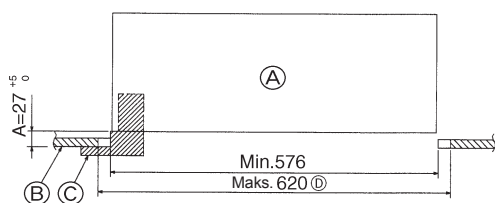

Fig. 8-2
8.2. Förberedelse för fäste av grillen (Fig. 8-2)